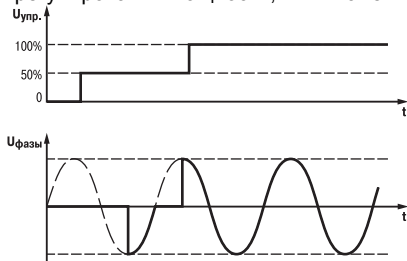

Рисунок 6
3.2.1 Метод фазового управления, при котором величина управляющего сигнала определяет фазу открытия тиристора или симистора (рисунок 6). При этом методе осуществляется плавное регулирование мощности в нагрузке. Число градаций регулирования 256 на один полупериод.